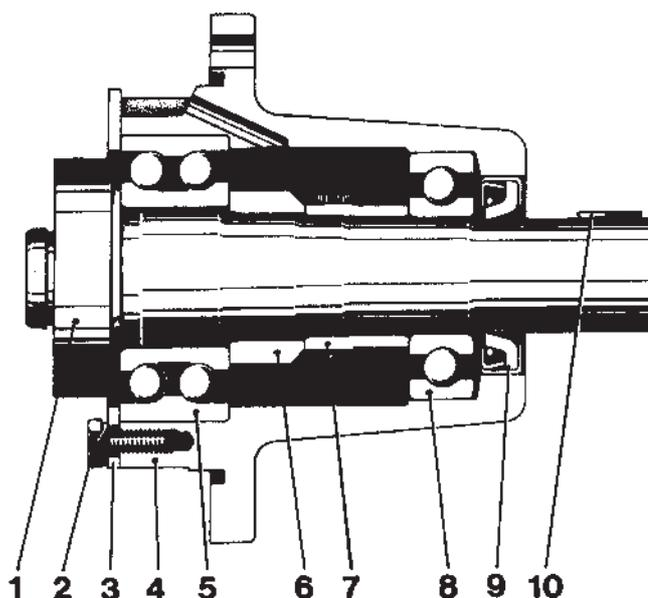

Fig. 144. Accouplement de la pompe d'injection
Pour pouvoir déposer l'accouplement de la pompe (figure 144) il faut commencer par déposer la pompe, éventuellement la poulie de vilebrequin, l'amortisseur de vibrations, éventuellement la commande de compte-tours et le pignon pour la pompe d'injection. Après ces travaux préparatoires, enlever les vis de fixation de l'accouplement de pompe sur la face arrière du carter de distribution et retirer l'accouplement vers l'arrière.
1. Enlever la clavette (10, figure 144).
2. Enlever les vis de fixation (2) et la rondelle (3).
3. Extraire l'arbre avec les roulements, la bague d'arrêt et le pignon du carter. Si le roulement (8) n'est pas entraîné avec les autres pièces, le désassemblage devra se faire en deux moments. Démonter les roulements, le pignon et la bague d'arrêt, de l'arbre.
4. Déposer l'étanchéité (9), du carter.
1. Monter le roulement arrière (8, figure 144) dans le carter. Employer l'outil 2267.
2. Enfoncer le roulement avant (5) sur l'arbre. Monter la bague d'arrêt (6) ainsi que le pignon (7) sur l'arbre.
3. Enfoncer toute l'unité dans le carter après avoir monté un appui sur la bague intérieure du roulement arrière (8). Enfoncer jusqu'à ce que les diverses pièces de l'accouplement soient bien appliquées les unes contre les autres.